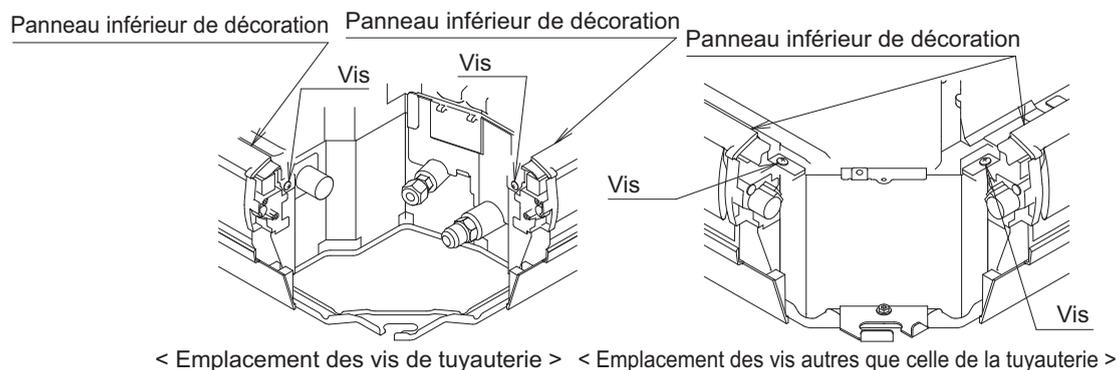

Fig. 14
- * Si le matériel de blocage est difficile à insérer, desserrez la vis de gauche et de droite du panneau de décoration inférieur et insérez-le. Veillez à serrer les vis desserrées à nouveau après que le matériel de blocage soit fixé. **(Reportez-vous à la fig. 14)**